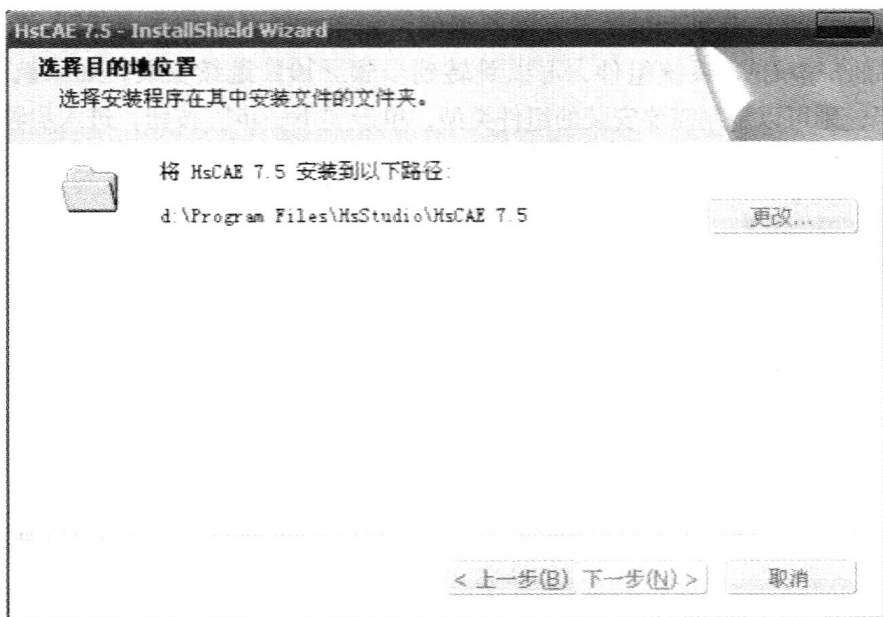

图 1-5 选择软件的安装路径
(5) 在图 1-5 中选择软件安装的路径后单击“下一步”按钮。注意必须保证选择的路径有足够的空余空间以便安装本软件。